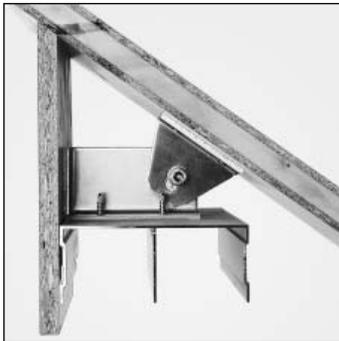

Bild 34
1. Schneiden Sie zunächst die Deckenschiene auf genaue Länge. Befestigen Sie den Dachschrägenmontagewinkel auf der Deckenschiene so, dass der Blendenhalter bündig mit der Deckenschienvorderkante abschließt (Bild 34). Zur Befestigung verwenden Sie beigelegte Schrauben, die durch die Deckenschiene in das Unterteil des Dachschrägenmontagewinkels geschraubt werden.